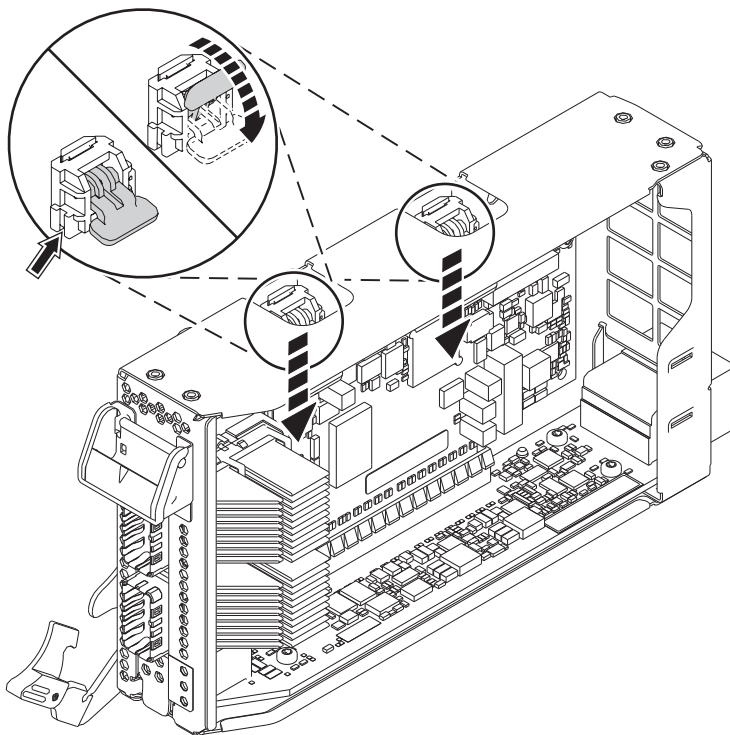

Figura 43. Bloqueo de las ruedas de la casete
- d. Gire las ruedas de la casete que se hallan en el borde superior de la casete para que el adaptador quede bloqueado en su posición. Vea la Figura 43.